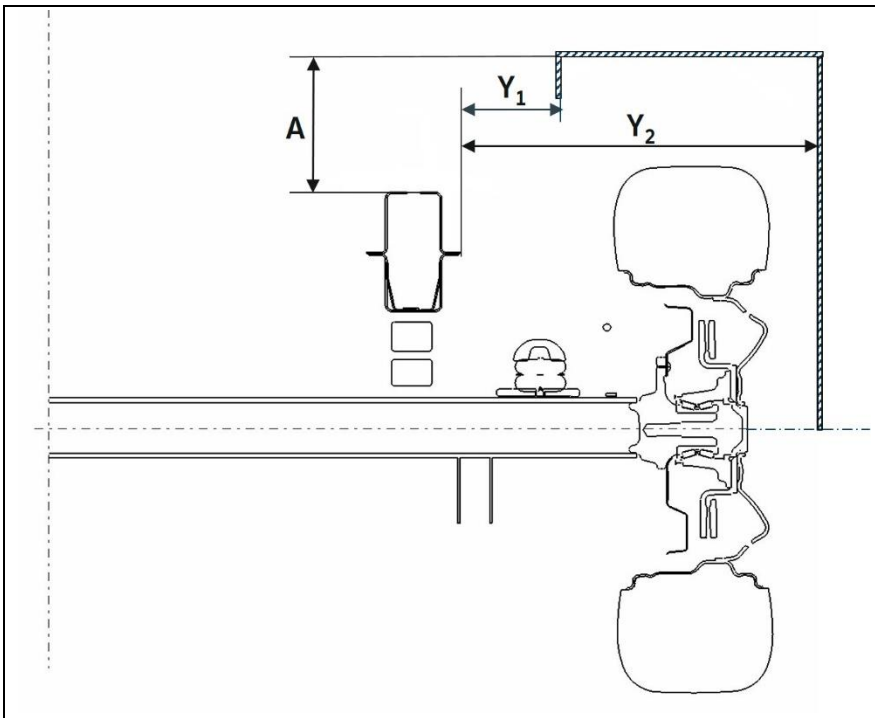

Fig. 4: sezione A-A, spazio della ruota per il rivestimento massimo del passaruota fino al centro della ruota
** Minimo larghezza passaruota in caso di copertura fino al centro dell'asse, misurato rispetto al longherone del telaio, vedi fig. 4.